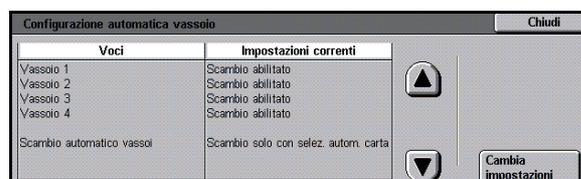

Fig. 10: Schermata Configurazione automatica vassoio
- 2 Selezionare l'icona **Configurazione automatica vassoio** per visualizzare la schermata corrispondente, illustrata in Fig. 10.